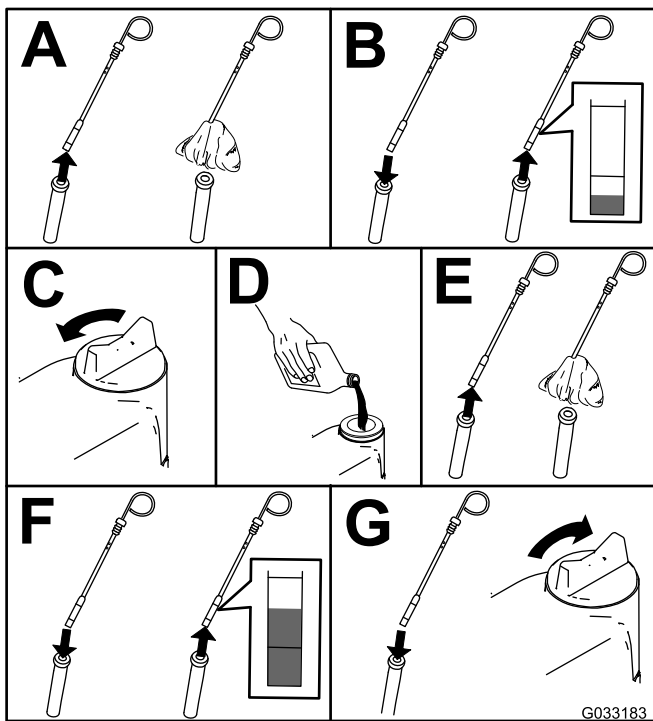

Figura 52
2. Verifique o nível de óleo do motor (Figura 52).